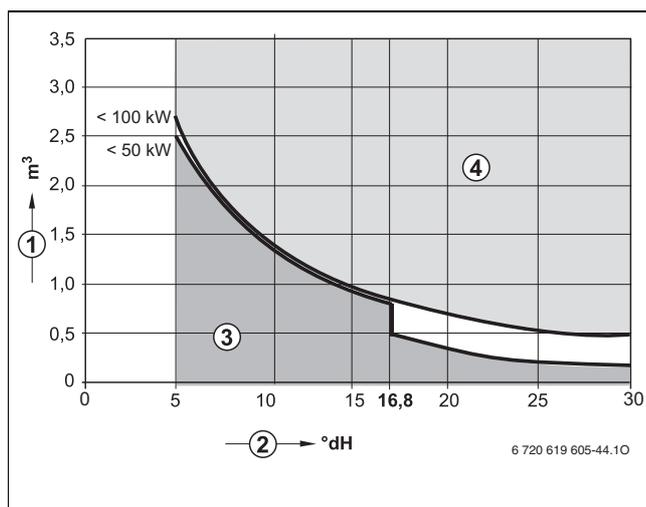

Fig. 15 Requisiti dell'acqua di riempimento per caldaie singole fino a 100 kW
- Utilizzare esclusivamente acqua di rubinetto non trattata (osservare il diagramma in fig. 15).
Per il controllo delle quantità di acqua ammesse in funzione della qualità dell'acqua di reintegro è utile il diagramma della fig. 15.
- Se la quantità di acqua di riempimento effettivamente necessaria è maggiore del volume di acqua durante il ciclo di vita utile (→ fig. 15), allora sarà necessario trattare l'acqua. A tal fine, potranno essere utilizzati solo prodotti chimici, prodotti per il trattamento dell'acqua e simili consentiti da Buderus.